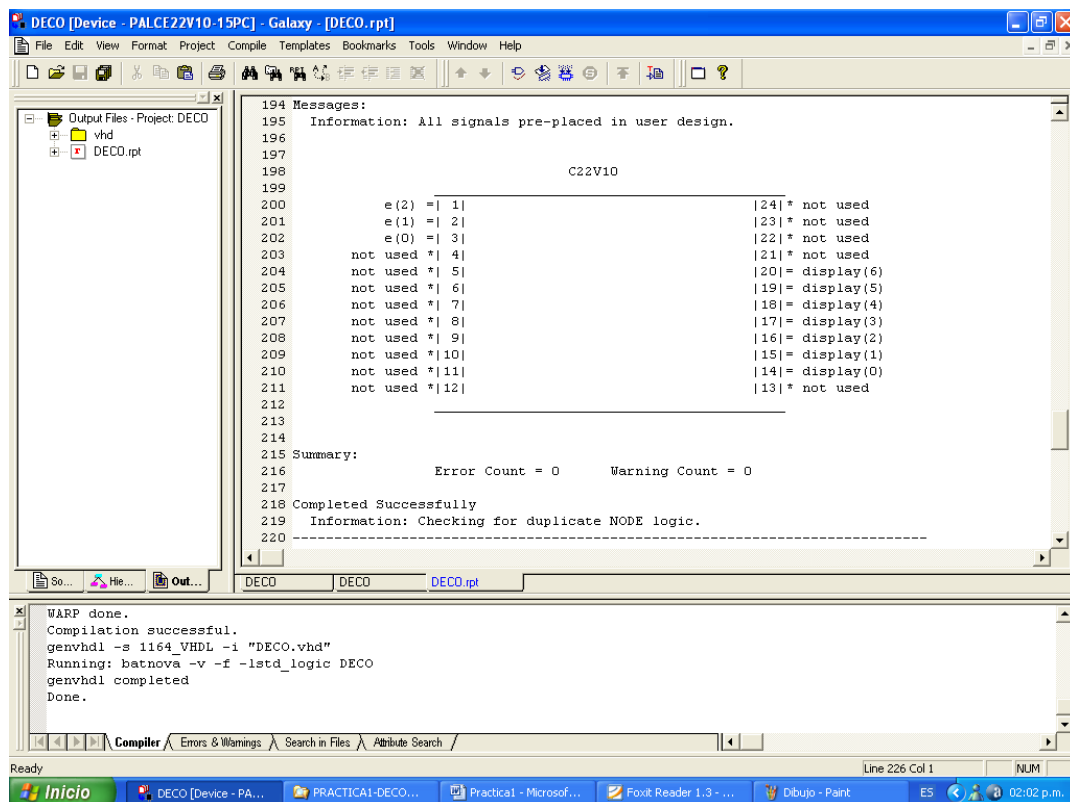

Figura 13. Se muestra claramente la modificación de las terminales de asignación.
18. Una vez hechas las modificaciones correctamente, se realiza una nueva compilación y después se procede a revisar el archivo de salida (deco.rpt). Como se puede ver en la figura 13, el propósito se cumplió. De esta manera ya se puede programar el dispositivo.